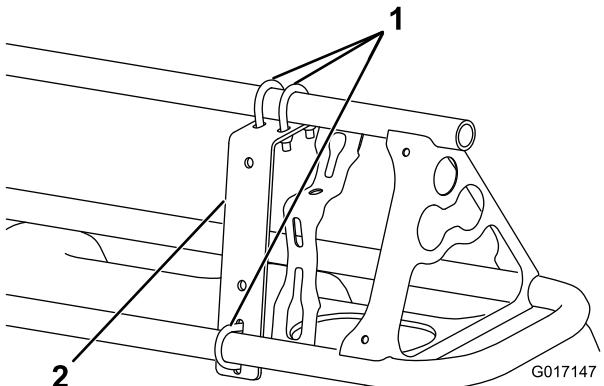
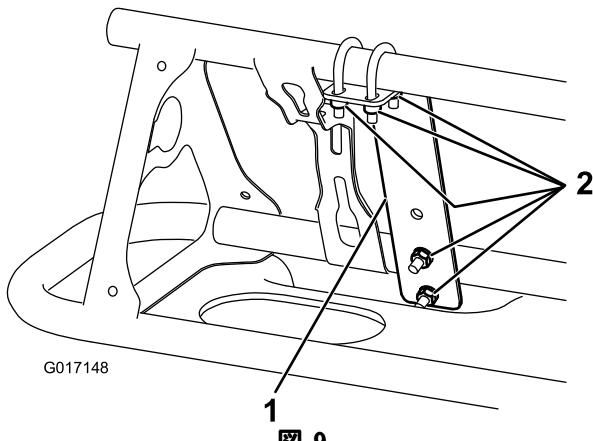

図 8
図 9
1. 各ブームの一番外側のノズルの近くに、取り付けブラケットをブームの前側に取り付ける；U ボルト (3本) 、ロックナット (6本) (1/4 インチ) (図 8 と 図 9)。